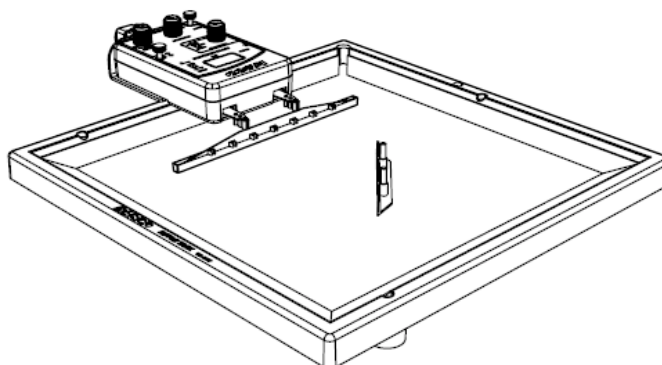

Figure 1.2: Position de la barrière
1. Placer la longue barrière au milieu du réservoir de telle sorte qu'elle forme un angle avec l'excitateur d'ondes planes. (voir figure 1.2)